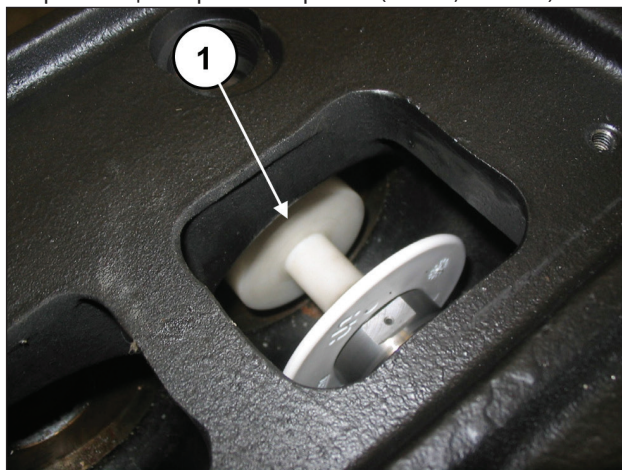

Рис. 123
Установите калибр-пробку поз. 27516600 между направляющей поршня и поршнем (поз. ①, Рис. 123).